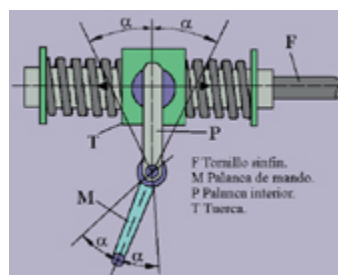

Fig. 5
- **Mecanismo de sinfín cilíndrico con tuerca (fig. 5)**